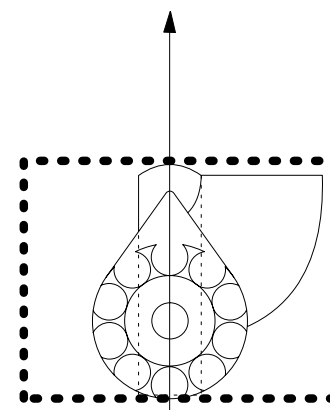

Fig. 7
1. Non sostare mai davanti alla macchina nella traiettoria di tiro dei piattelli. (Vedi Fig. 7)
1. Do not linger in front of the machine within the clay target trajectory (see Fig.7)